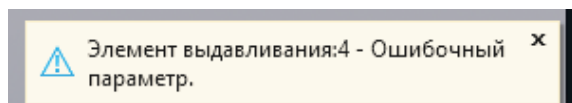

Рисунок 1.86 – Сообщение об ошибочном параметре
**Важно!** Если объектов на пути нет, программа выдаст ошибку создания команды (рисунок 1.86).